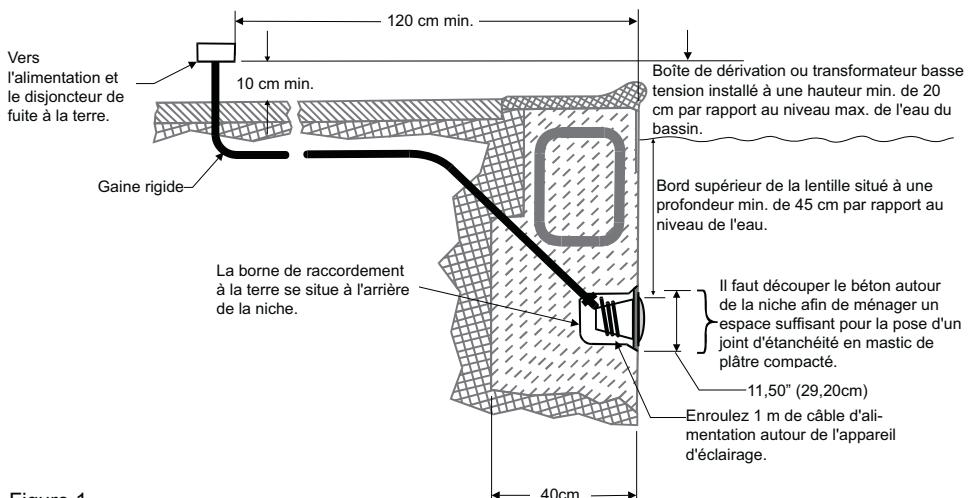

Figure 1.
- Le transformateur basse tension (12 VCA) doit être installé à une hauteur de 20 cm au moins par rapport au niveau du sol et à une distance de 1,2 m au moins par rapport au bord de la piscine ; voir Figure 1.
- La niche immergée doit être correctement installée de telle sorte que le bord supérieur de la lentille de la source lumineuse submersible se situe à une profondeur de 45 cm au moins par rapport au niveau minimal de l'eau présente dans la piscine ; voir Figure 1.
- La niche immergée doit être reliée électriquement et correctement à la terre par le biais du connecteur de mise à la terre AWG N°8 monté à l'arrière de la niche ; voir Figure 1.
6. Veillez à ce que la longueur émergente du câble à enrouler autour du nouvel appareil d'éclairage s'élève à 1 m au moins ; voir Figure 1. Cet enroulement de 1 m de long autour de l'appareil d'éclairage permettra d'en assurer la maintenance après le remplissage du bassin.
AVANT TOUTE INSTALLATION : Les points 1 à 7 qui suivent décrivent les tâches que doit accomplir l'électricien avant de procéder à l'installation de l'appareil d'éclairage IntelliBrite. Voir schéma illustré par la Figure 1.
- Le transformateur basse tension (12 VCA) doit être installé à une hauteur de 20 cm au moins par rapport au niveau maximal de l'eau présente dans le bassin et à une distance de 1,2 m au moins par rapport au bord de la piscine ; voir Figure 1.
- Tirez le câble électrique à travers la gaine rigide jusqu'à la boîte de dérivation en veillant à ce que sa longueur émergente côté appareil d'éclairage s'élève à 1 m au moins, longueur qu'il convient d'enrouler autour de l'appareil d'éclairage (cet enroulement permettra d'assurer la maintenance de cet appareil d'éclairage après le remplissage du bassin). Voir Figure 1.